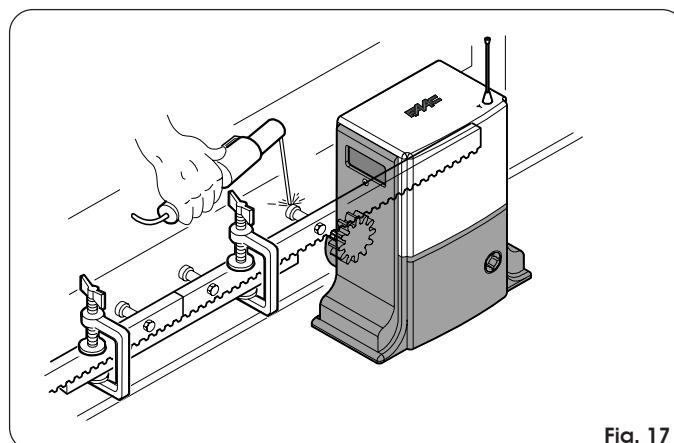

Fig. 17
- 5) Plaats een ander tandheugелеlement tegen het vorige, en gebruik een stuk tandheugel om de veranding van de twee elementen in fase te brengen, zoals op fig. 17.
- 4) Plaats een ander tandheugелеlement tegen het vorige, en gebruik een stuk tandheugel om de veranding van de twee elementen in fase te brengen, zoals op fig. 17.